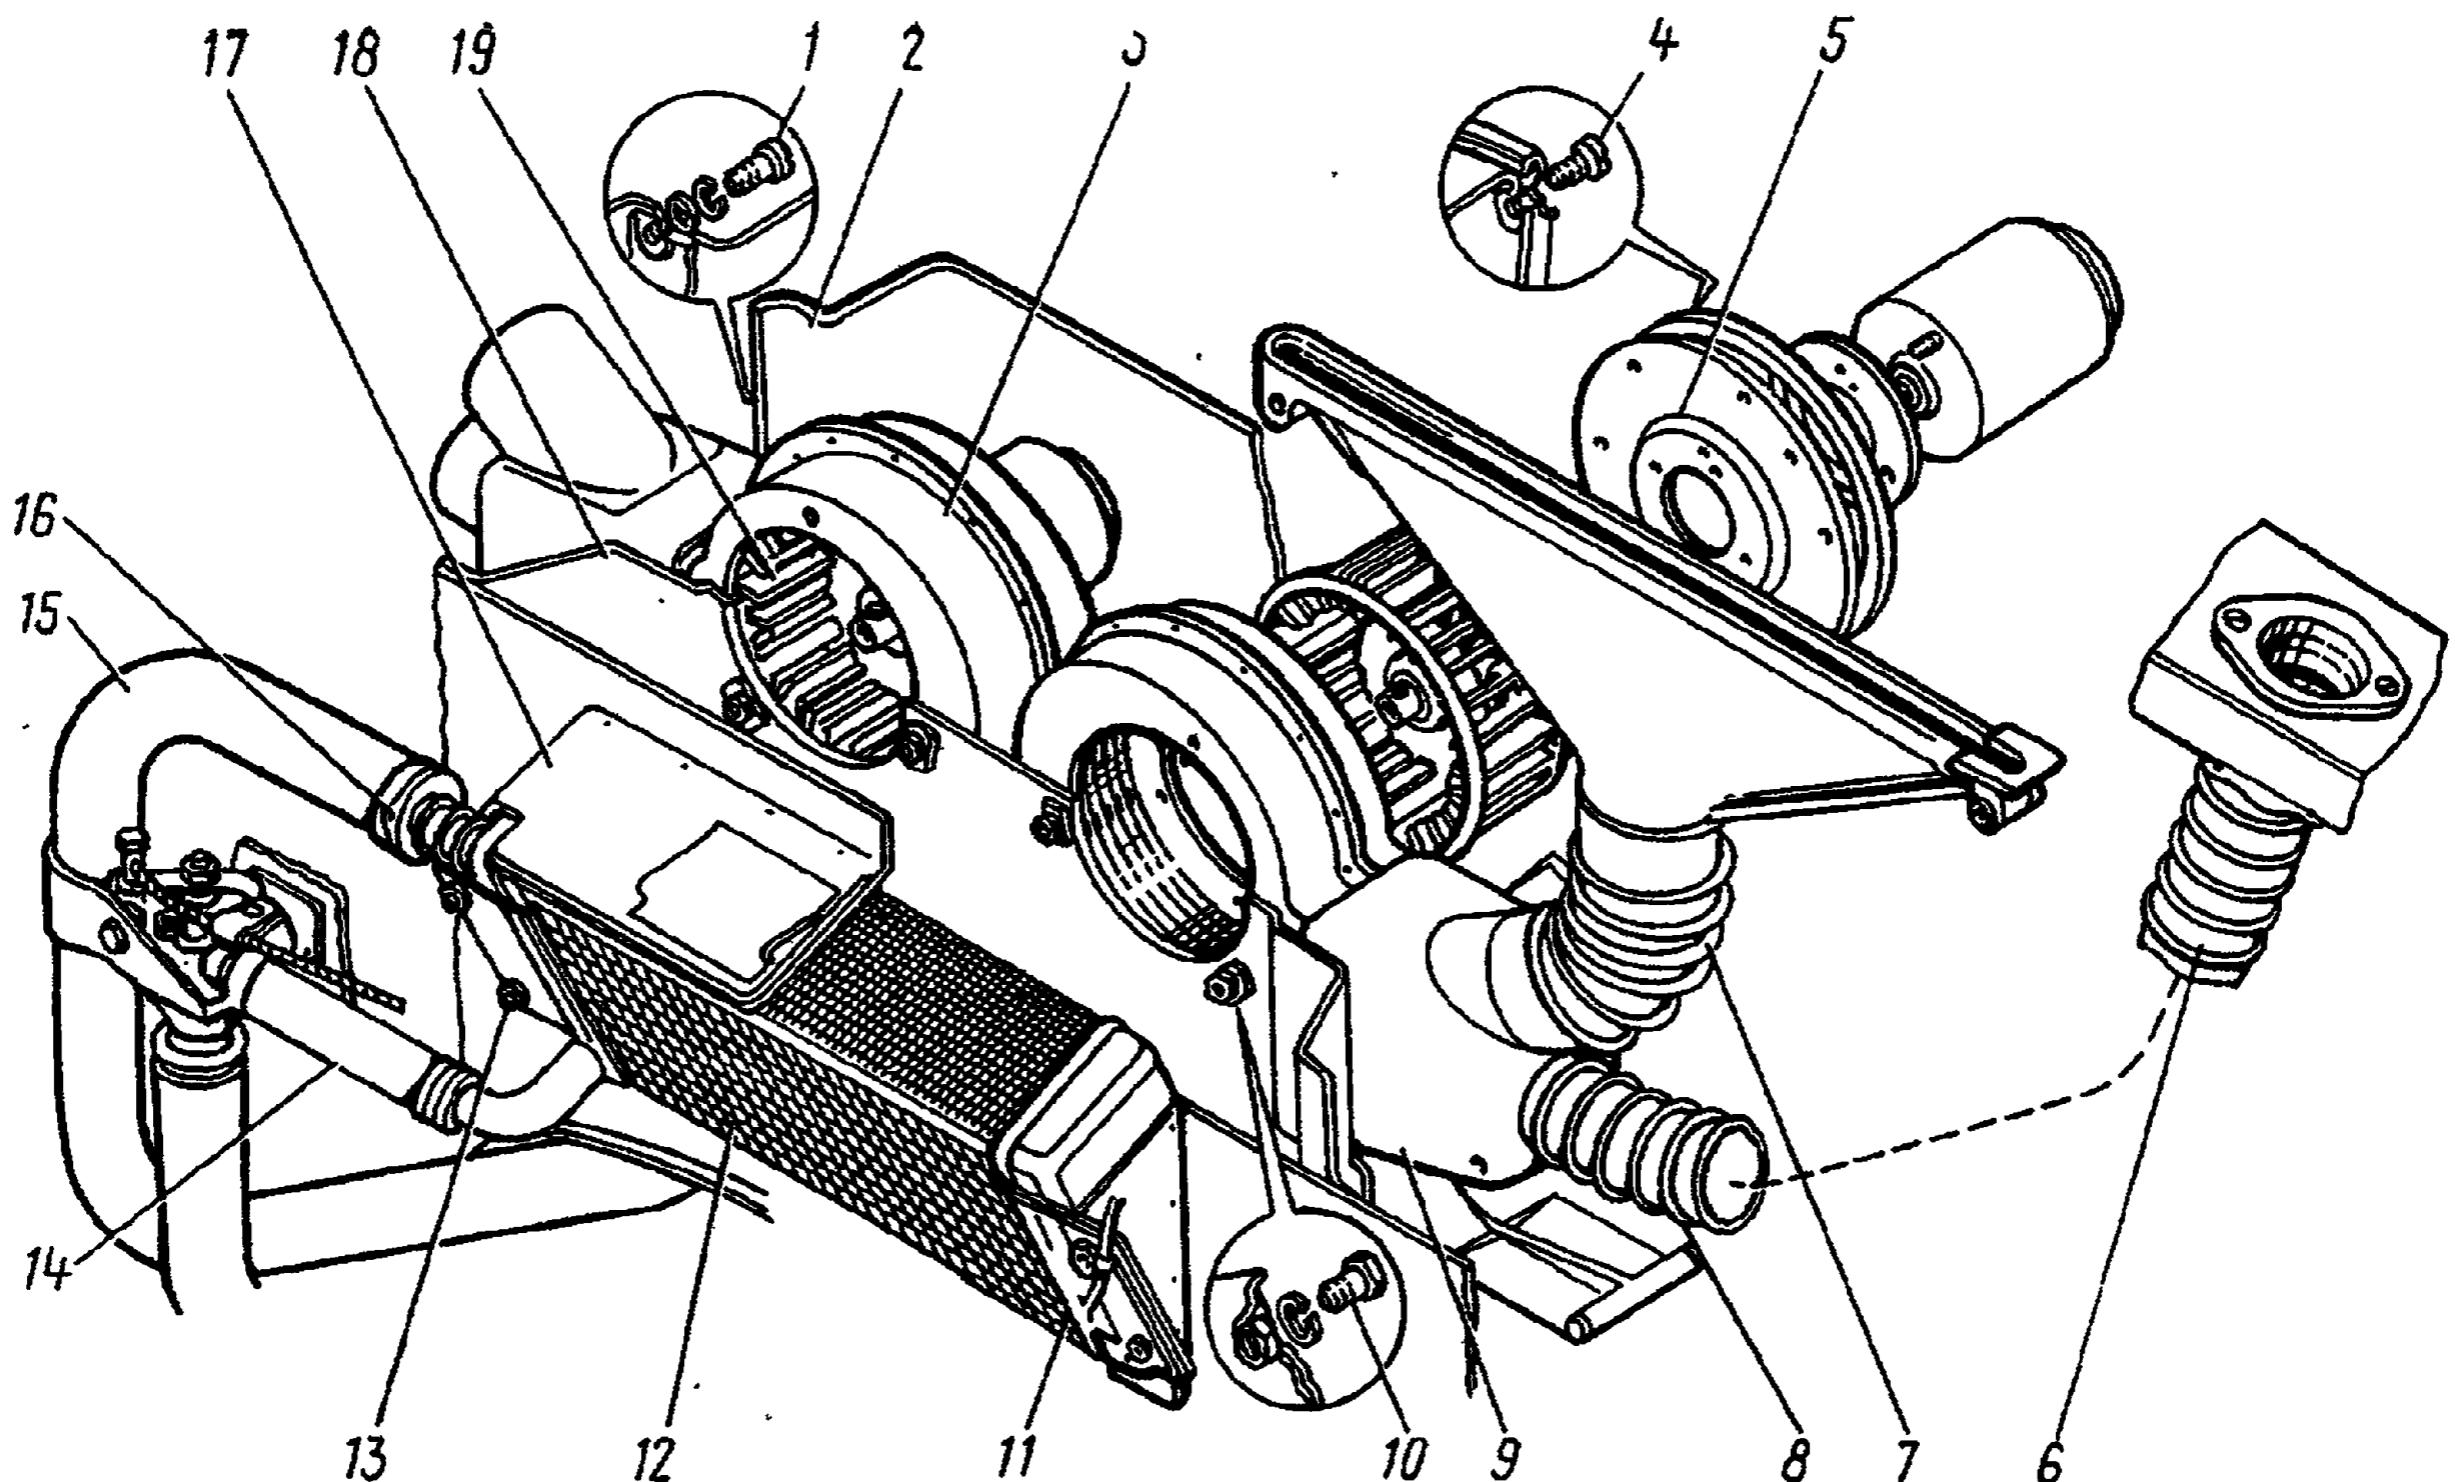

Рис. 67. Система отопления и вентиляции кабины:
5. Выверните винты 1 (рис. 67) и снимите кожух 2 вентилятора	»